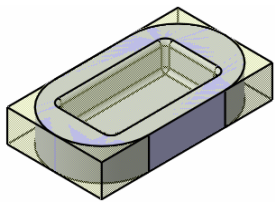

图 2-16 创建的毛坯零件
3) 单击“Rough Stock”对话框中的“确定”按钮，创建的毛坯零件如图 2-16 所示。